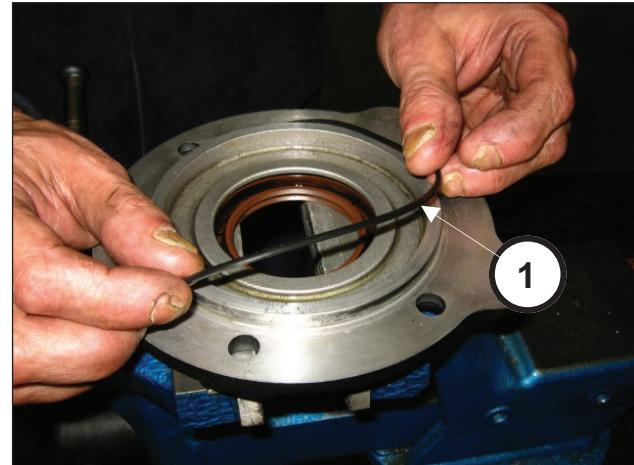

Fig. 92
Aplique o O-ring na tampa do pinhão (pos. ①, Fig. 92).